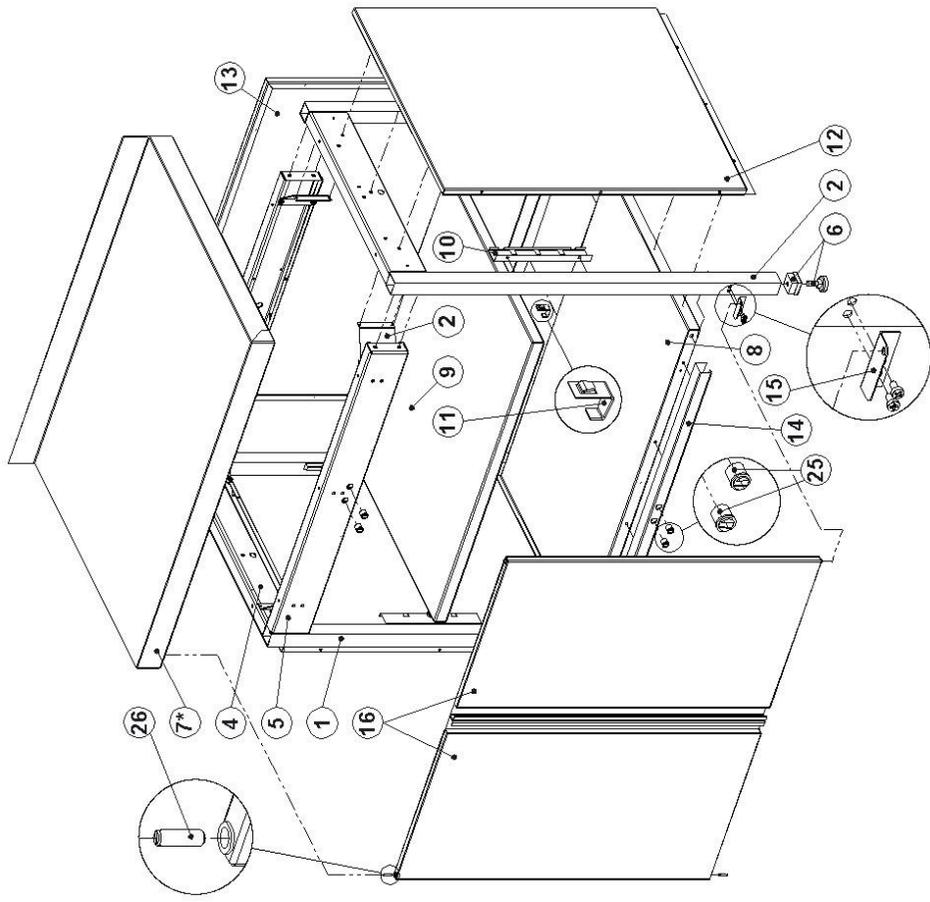

Рис. 2
- 2.4.2. Стенки боковые (12) и стенку заднюю (13) в верхней части крепить изнутри к балкам (4 и 5) саморезами (27), а в нижней части к полке (8) снаружи саморезами (27). Далее стенки (12 и 13) скрепляются между собой через торцевые отверстия в боковых стенках саморезами (27);
**ПРИМЕЧАНИЕ: стенки боковые (12) и стенка задняя (13) обозначены на рис. 2 и 3.**